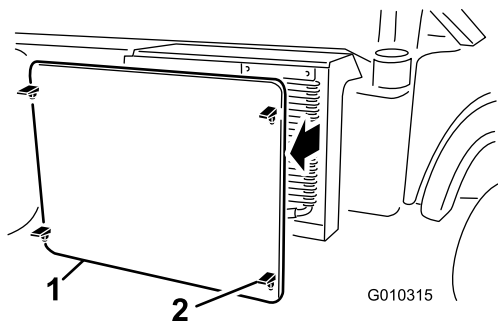

Figura 53
- Sganciate e togliete la griglia del radiatore dalla parte anteriore del radiatore (Figura 53).